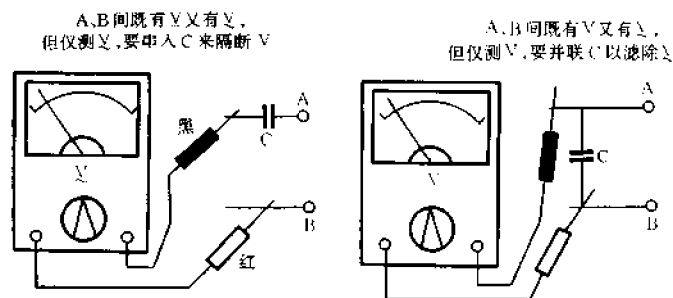

图 2-15 串并联电容以适应测量交流和直流
(2) 如不知被测电压是交流还是直流,同时也不知大约数值,则应先用交流最高电压挡进行测量,以初步判断一下电压值的大小。因为用交流电压挡进行测量,无论此时是交流电还是直流电,都能读出值来(若是直流,读出的“值”约为实际值的二倍)。然后再改用合适的直流挡来测量,这时如无指示,则说明被测电压是交流;如有指示,则是直流(或直流迭加交流)。这是因为用直流电压挡测交流电压时,指针仅在零值附近微微颤动或摆动很小。必须指出,不能用小直流电压挡测大值交流电,否则,虽然指针并不会大幅度偏转,但却有大电流流过表头,有将表头烧坏的危险。
(3) 用万用表测量电压时,表笔并联到电路中会产生一定的接入误差。为了减少这种误差,在测量时,要根据被测电路的特点,尽量避免测量高电阻上的电压,而应测量低电阻上的电压。若表的内阻与被测两点间电阻之比小于 1/10 时,误差会较大。
(4) 测量交流电压时,被测电压的频率应符合万用表的要求,一般在 45 ~ 1000Hz 范围内。而且被测电压应该是正弦波,所测电压波形与正弦波相差越大,测量误差也越大。
(5) 如被测电压中含有交直流两种成份,而只需测量交流成分时,应用 0.47 ~ 2  $\mu\text{F}/450\text{V}$  的无极性电容与万用表串联,以隔断直流;若测直流,可用电容与万用表并联,以避免交流干扰,如图 2-15 所示。若被测直流电压或交流电压值较小,所用电容耐压可低于 450V。若交流频率较高,电容量也可减小。